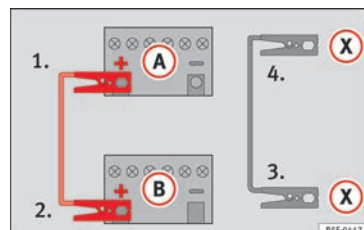

Fig. 75 Esquema de conexión para vehículos con sistema Start-Stop.
- 4b. *En los vehículos con sistema Start-Stop:* emborne un extremo del cable *negro* de emergencia (X) a un terminal de masa adecuado, a una pieza de metal maciza que vaya atornillada al bloque motor o al mismo bloque motor » fig. 75.
5. Emborne el otro extremo del cable *negro* de emergencia (X), en el vehículo con la batería descargada, a una pieza de metal maciza que vaya atornillada al bloque motor o al mismo bloque motor pero lo más alejado posible de la batería (A).